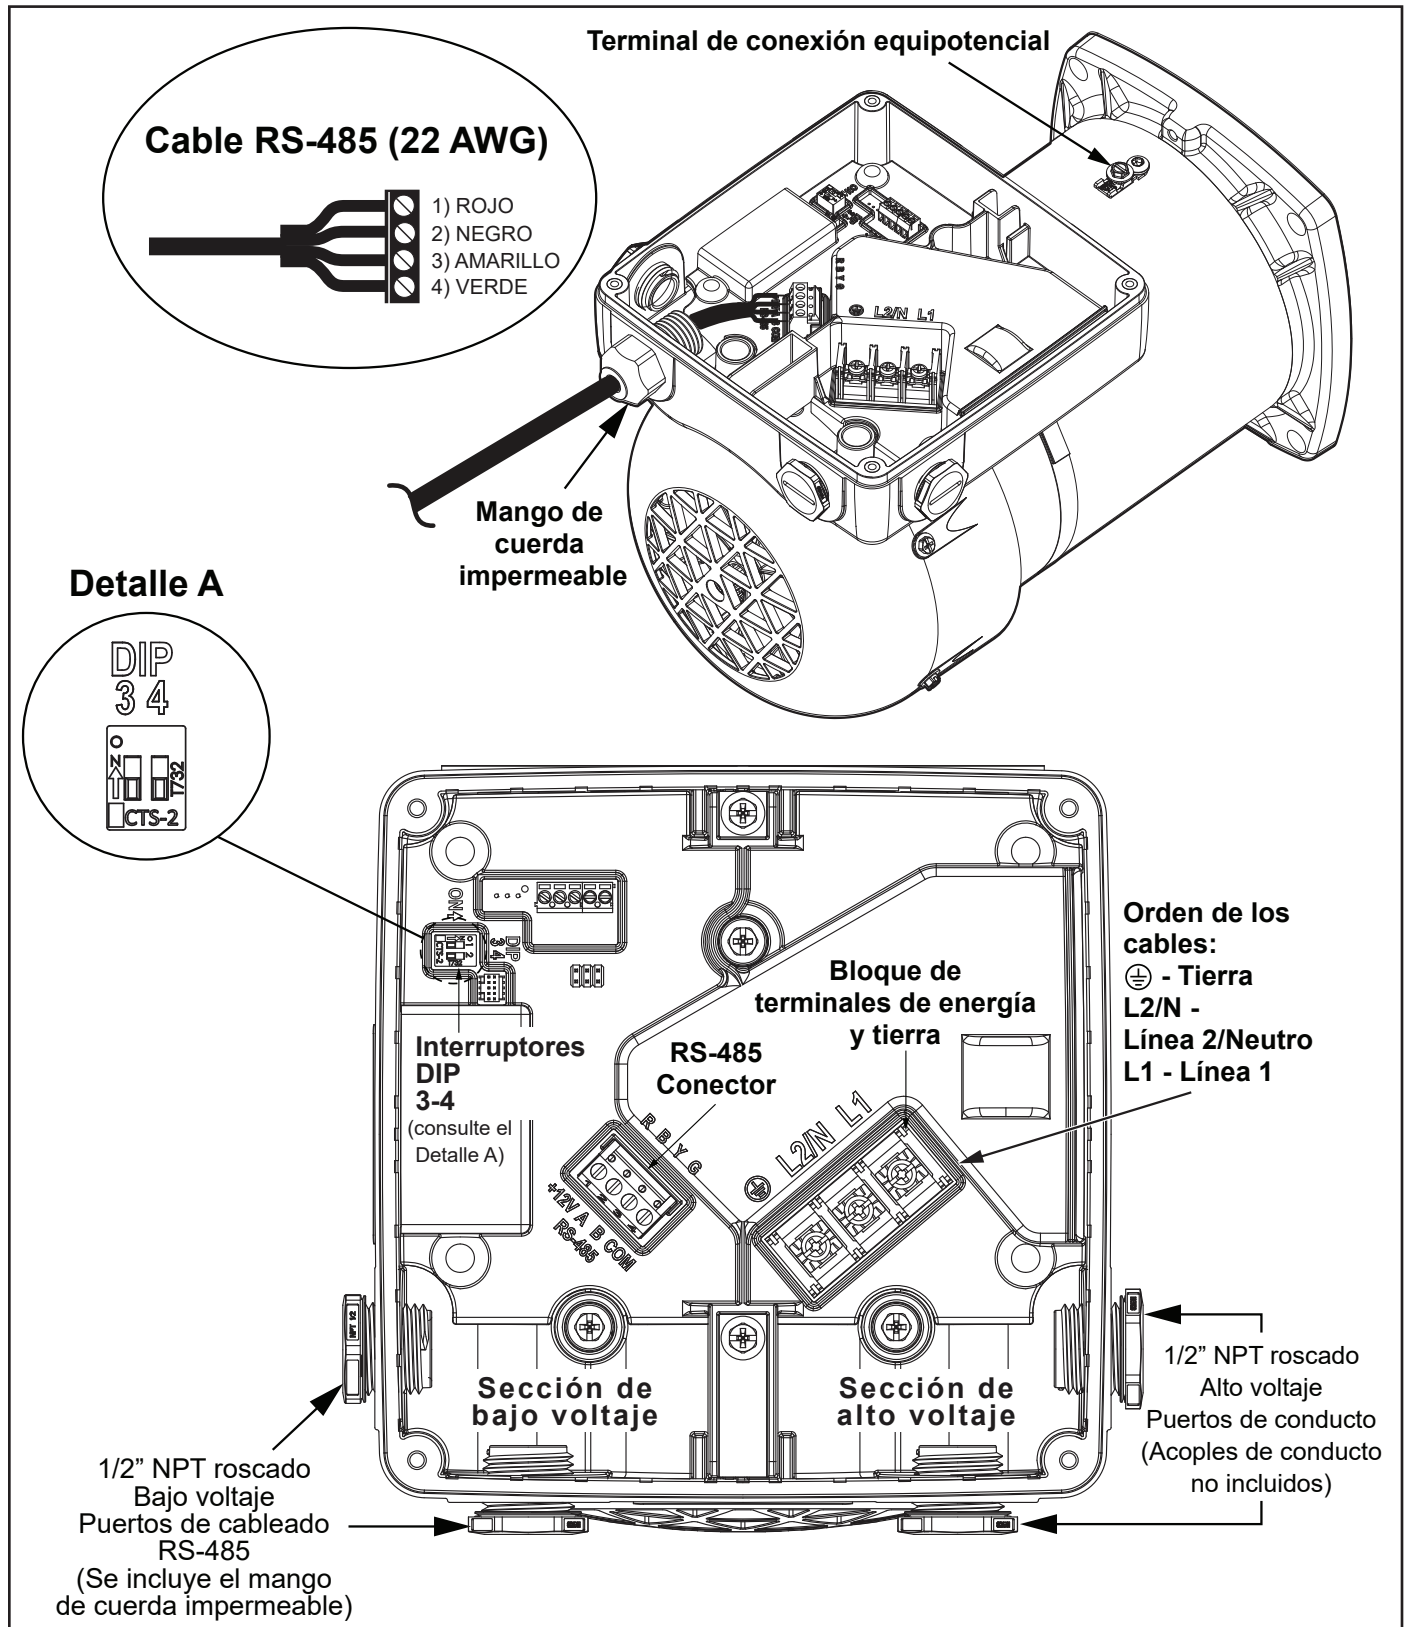

Figura 8. Diagrama de cableado (energía principal de 115 v/230 v y conexión RS-485)
Además de la conexión a tierra adecuada, según se describe en la sección *Cableado eléctrico*, y en conformidad con los requisitos de National Electrical Code (NEC) o, en Canadá, del Código Eléctrico Canadiense (CEC), debe haber una conexión equipotencial entre el motor de la bomba y todas las piezas metálicas de la estructura de la piscina, del hidromasaje o del jacuzzi y todos los componentes y equipos eléctricos relacionados con el sistema de circulación de agua de la piscina/del hidromasaje. La conexión equipotencial debe llevarse a cabo con un conductor de cobre macizo n.º 8 AWG o uno más grande. En Canadá, debe usarse n.º 6 AWG o uno más grande. Haga la conexión equipotencial del motor con la terminal de conexión equipotencial externa proporcionada en el bastidor del motor. Consulte la Figura 8.
Las secciones de bajo voltaje ofrecen dos (2) puertos de conducto de 1/2" NPT (roscados). Se incluye un mango con cuerda impermeable (consulte la Figura 8).
Asegúrese de que la energía a la bomba esté desconectada y retire la tapa de acceso del motor. Conecte el cable RS-485 a través del mango de cuerda impermeable suministrado, como se muestra en la Figura 8. Conecte el cable al conector RS-485 en el siguiente orden: rojo (1), negro (2), amarillo (3), verde (4). Vuelva a fijar la tapa de acceso en el motor y restituya el suministro de energía.